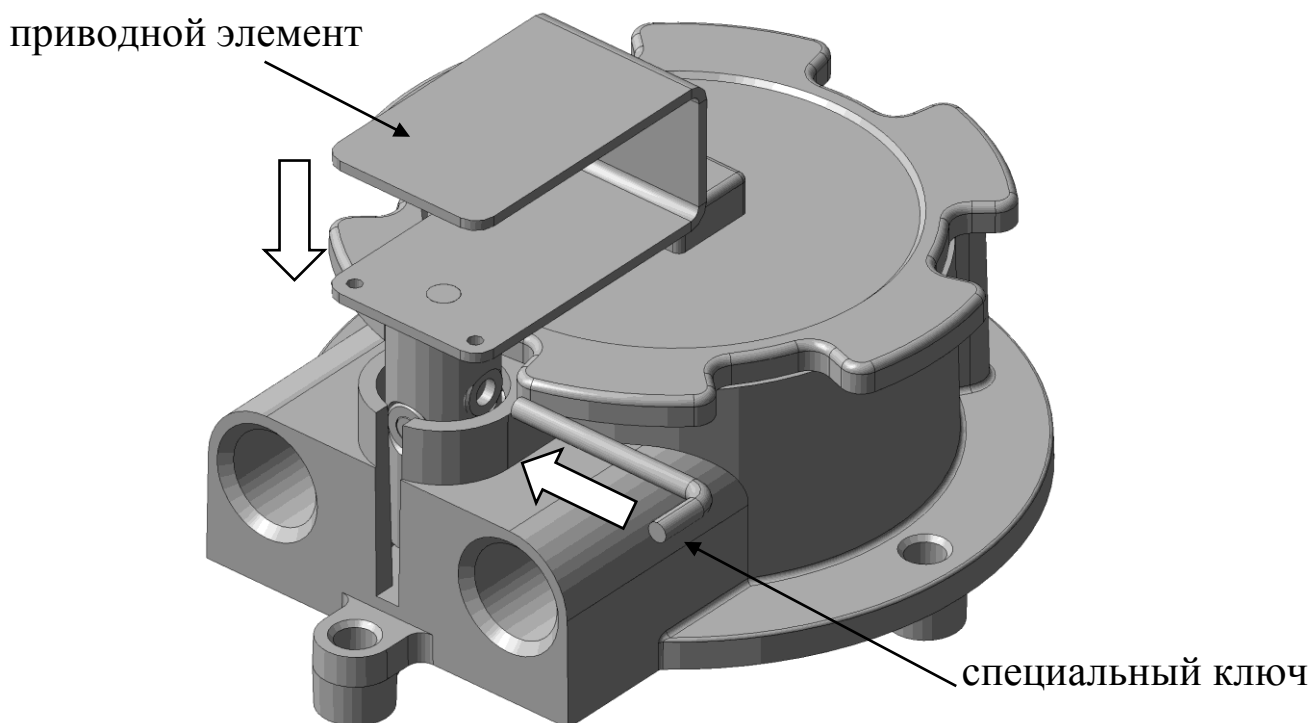

Рис. 2
1. В отверстие справа приводного элемента вставить специальный ключ и повернуть по часовой стрелке на 90°, рис.2;
2. Вставить приводной элемент до упора, рис.2.